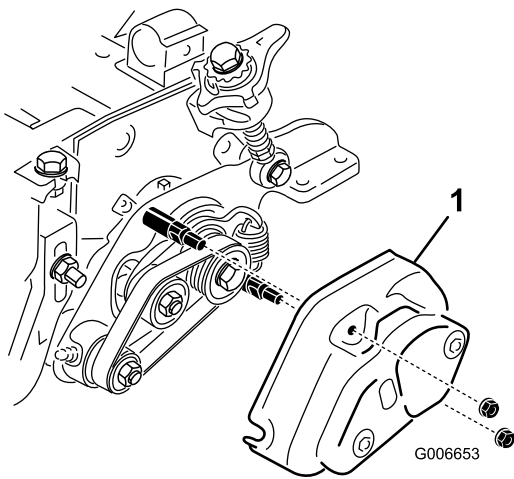

图18
27. 安装疏草刀护罩，并使用 2 个凸缘螺母（5/16 英寸）固定，如（图18）所示。